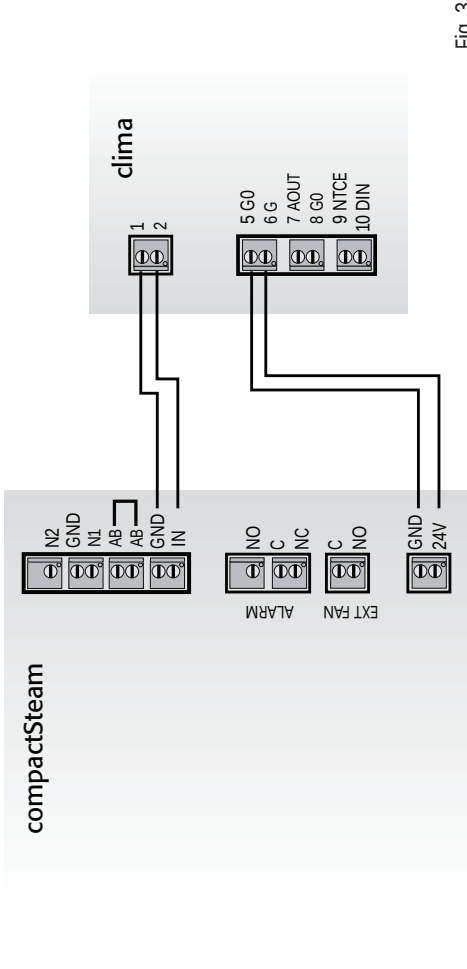

Fig. 3
- a regolazione ON/OFF: l'algoritmo di controllo funziona come da diagramma in Fig. 4 dove la richiesta di umidificazione viene attivata (il relè chiude i contatti 1 e 2 in fig. 3) quando il valore di umidità è al di sotto dell'intervallo “set point – differenziale” e viene disattivata (il relè apre i contatti 1 e 2 in fig. 3) al raggiungimento del set point.
7. Spegnere il compactSteam: a questo punto è possibile procedere al collegamento del clima seguendo lo schema in Fig. 3 con fili di sez. 0.5 mm² (non in dotazione).
- ON/OFF regulation: The control algorithm works as shown in Fig. 4 diagram where the humidity request is turned on (the relay closes contacts 1 and 2 in fig. 3) when humidity is under the “set point – differential” range and is turned off (the relay opens contacts 1 and 2 in fig. 3) when the set point is reached.
7. Turn compactSteam off: now clima can be connected, following the diagramm in Fig. 3 using shielded cables with a minimum cross-section of 0.5 mm² (not included).